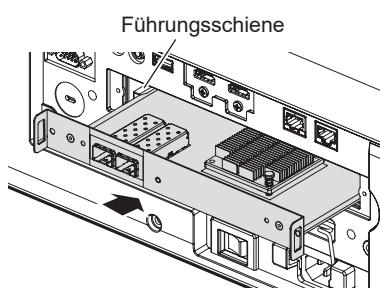

Abb. 2
2) Setzen Sie die Funktionskarte in den Projektor ein. (Abb. 2)